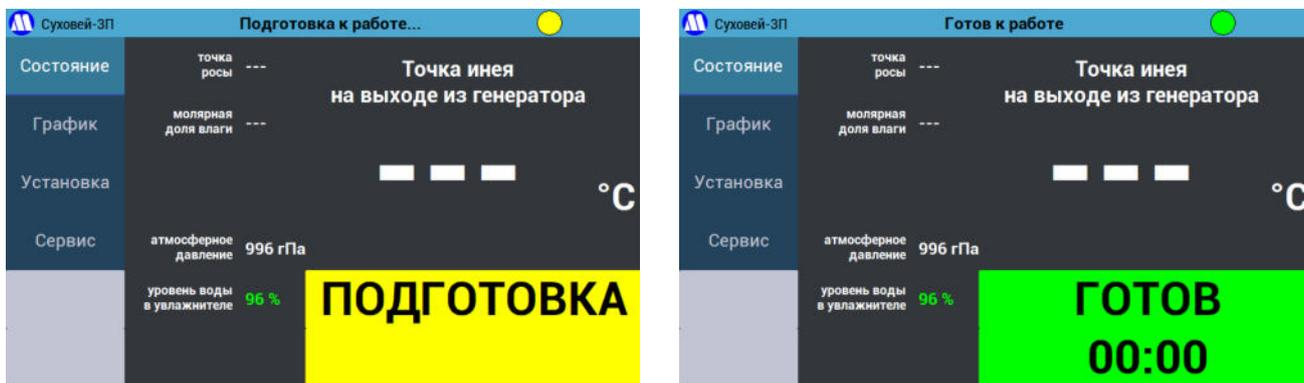

Рисунок 29 – Включение генератора.
Во время включения и проверки индикатор статуса генератора будет иметь желтый цвет, статус – «ПОДГОТОВКА» (Рисунок 29 слева).
8.5.4. По завершении включения статус генератора изменяется на «ГОТОВ», а цвет индикатора состояния изменяется на зеленый (Рисунок 29 справа). Появляется возможность запуска программ из меню «Установка», «Программы» и «Сервис». В верхней строке экрана отображается сообщение «Готов к работе».